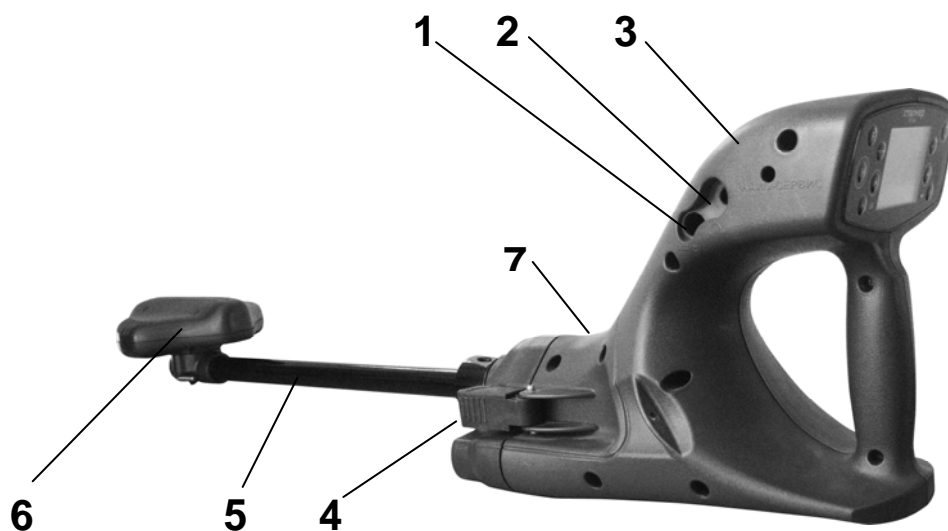

Рисунок 1.4.1 – Внешний вид приёмника с модулем магнитной антенны.
В приёмнике оснащённом модулем магнитной антенны (поз. 5 рис. 1.4.1) используется индукционный метод поиска коммуникации и определения места повреждения электрического кабеля. Магнитная антенна снабжена поворотным механизмом, позволяющим устанавливать ось магнитной антенны под углом 45° к земле для определения глубины залегания коммуникации «методом 45° ». Подключение сменных датчиков позволяет находить место повреждения изоляции коммуникации по напряжению, вызванному растеканием тока по грунту.
Для зарядки штатного аккумулятора подключить выходной штекер блока питания из комплекта поставки к соответствующему гнезду приёмника (см. рис. 1.4.1, поз. 5). Блок питания включить в сеть «220 В». Завершение процесса зарядки отображается в виде заполненного символа «БАТАРЕЯ».
- застегнуть замки фиксации (поз. 4 рис. 1.4.1).
Сменные датчики соединяются с приёмником посредством гнезда «ЗОНД» (поз. 7 рис. 1.4.1).